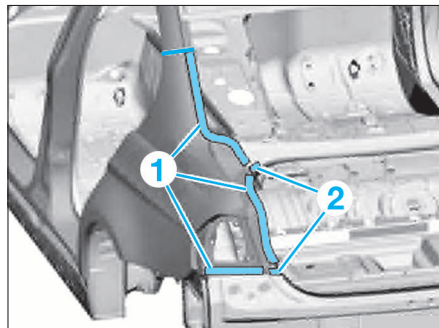

FIG. 23
- Meuler les brasures dans les zones (2) (Fig.23).